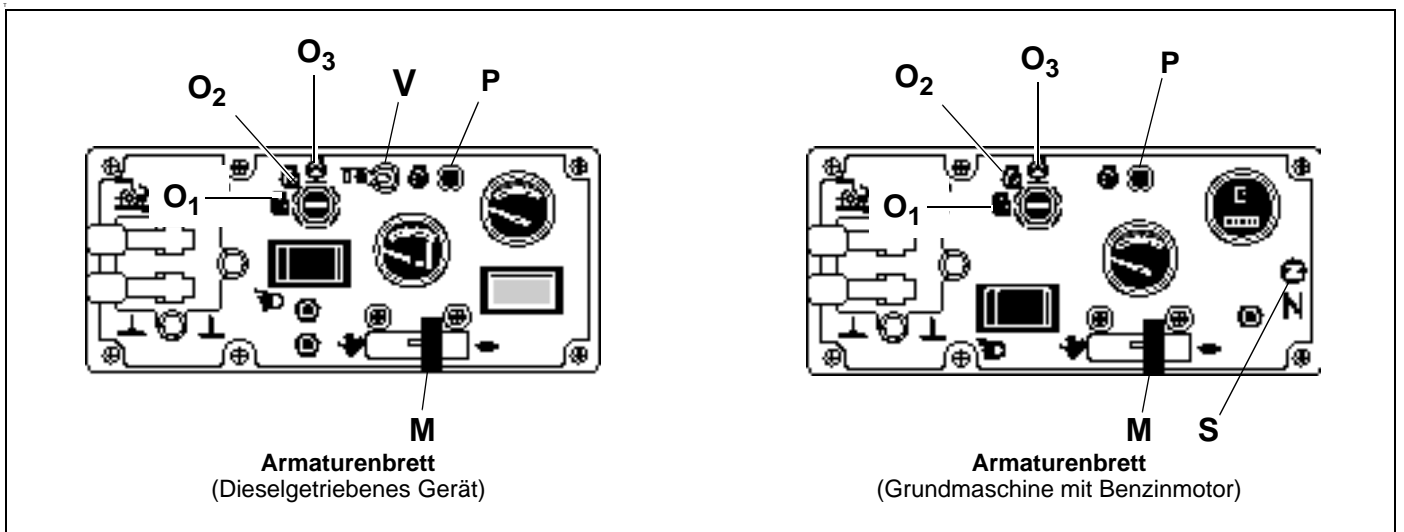

Abbildung 4A
4.4 STARTEN DES MOTORS (Abbildung 4A)